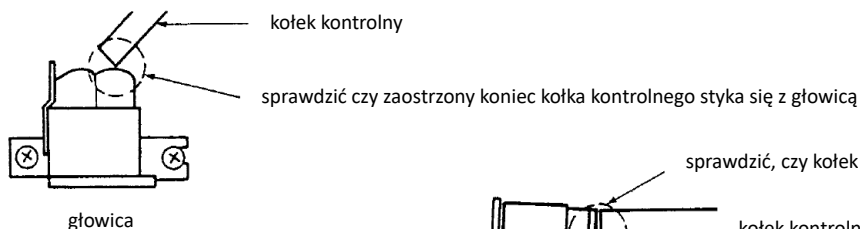

Fig. 2
4. Sprawdź, czy kołek kontrolny styka się z głowicą. (patrz Fig. 2 i 3)